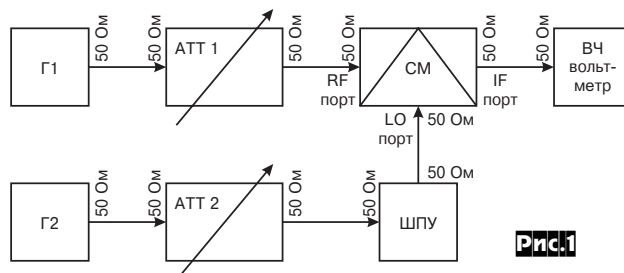

Рис.1
Известная («классическая»), хотя и несколько упрощенная блок-схема тестирования СМ на KPin_{хдб} приведена на **рис. 1**. Если тестируется по данному методу усилитель или фильтр,
Для построения градуировочного графика, который переводит показания вольтметра постоянного напряжения, подключенного к приставке-вольтметру, в истинные среднеквадратические значения U_{вх.скз.}, используют данные из **таблицы**. Для тестирования на KPin_{хдб} предварительно обозначим порты СМ: **LO** (гетеродинный порт) - выводы СМ, к которым подключен гетеродин Г2 через АТТ2 и ШПУ; **RF** (радиочастотный порт) - выводы СМ, на которые поступает ВЧ сигнал от Г1; **IF** (порт промежуточной частоты) - выводы СМ, с которых снимаются сигналы ПЧ (IF). Строго говоря, на IF-порте СМ при измерениях на KPin_{хдб} на установке согласно **рис. 1** присутствует сигнал DSB (т.е. сумма и разность частот входного сигнала и гетеродина), а также ряд побочных продуктов преобразования в СМ. В этой связи 50-омный вольтметр (даже при использовании градуировочного графика) будет давать показания, отличные от показаний этого же вольтметра в случае «отфильтровывания» всех сигналов, кроме разностного или суммарного. К тому же форма сигнала DSB достаточно сложная по сравнению с «чистой» синусоидой. По этой причине измерить коэффициент передачи (усиления) K_p для СМ на такой установке (**рис. 1**) с действительно небольшой погреш-
тому же форма сигнала DSB достаточно сложная по сравнению с «чистой» синусоидой. По этой причине измерить коэффициент передачи (усиления) K_p для СМ на такой установке (**рис. 1**) с действительно небольшой погреш-
Тем не менее, использовать такую установку для измерения компрессии (рис. 1) с приемлемой для практики точностью можно, т.к. в данном случае важны не абсолютные (пиковые) значения сигналов, а только отклонение от прямой пропорциональности между входными и выходными сигналами. В действительности на установке мы измеряем нарушение прямой пропорциональности между входным и выходным напряжением СМ.
Таким образом, снимая ряд показаний PV2 и ряд соответствующих показаний PV3 (используя градуировку для устранения погрешности), переводим полученные значения в дБм, считая сопротивление всех портов равным величине 50 Ом. Далее строим график зависимости $Pout$ от Pin по типу [1, рис.1], откуда с достаточной степенью точности находим $KPin_{-дБ}$, $KPout_{-дБ}$ и коэффициент усиления по мощности Kp согласно [1].
Ошибка в 0,2 дБ (разница между аналитическим и графическим определением) для практики, конечно, не существенна. Для этого же СМ при том же гетеродинном напряжении 1 В (на 50 Ом), или 13 дБм, при тестировании его в установке, блок-схема которой представлена на **рис.1** (классический метод измерения компрессии СМ), были получены следующие данные из графика, построенного на основе экспериментальных данных: